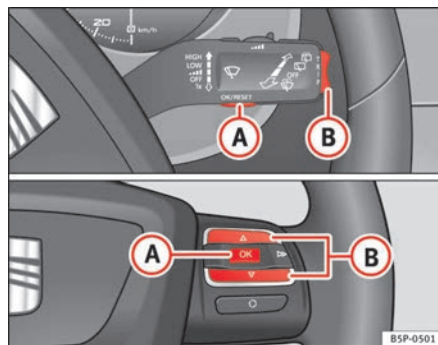

Fig. 40 Teclas basculantes A y B. Mandos en volante.
En el indicador multifunción (MFA), puede consultar los siguientes datos accionando la tecla basculante ⇒ fig. 40 (B) de la palanca del limpiacristales: